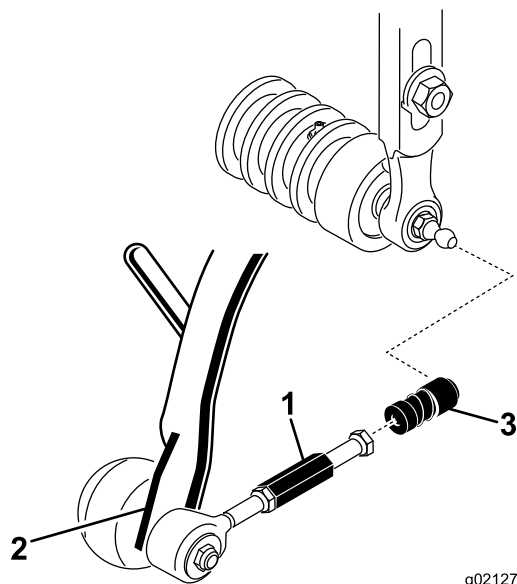

Figura 8
3. Fate scorrere il manicotto su ogni alloggiamento del giunto a sfera e agganciate l'alloggiamento al prigioniero a sfera dell'apparato di taglio (Figura 8).